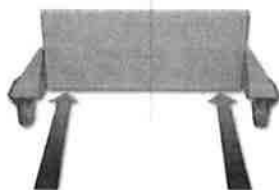

Fig.9
- per rimuovere il pallet, sollevare il corpo macchina con un muletto, infilando le forche dalla parte posteriore della macchina (si veda Fig.9);